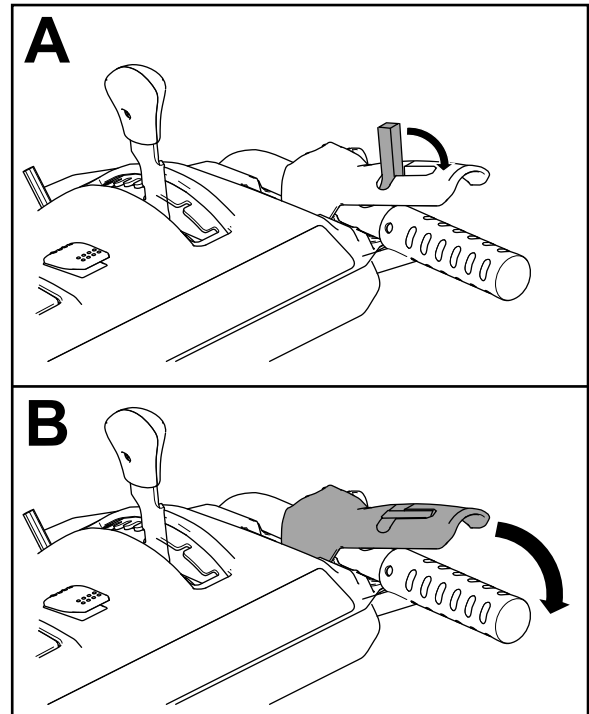

Figura 22
1. Per inserire la trasmissione della coclea/ventola, spostate l'interruttore di blocco sulla leva verso dietro, quindi premete la leva destra (coclea/ventola) contro l'impugnatura (Figura 22).